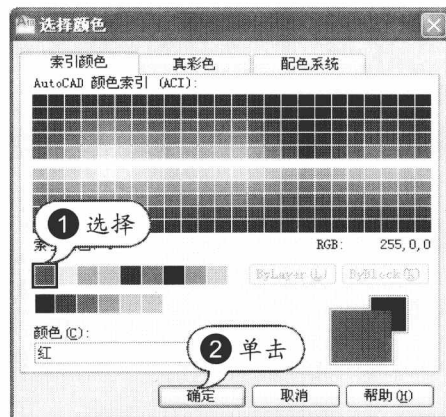

图 1-38 指定颜色
STEP 05 指定颜色。在“选择颜色”对话框中指定图层的颜色，然后单击“确定”按钮，如图 1-38 所示。